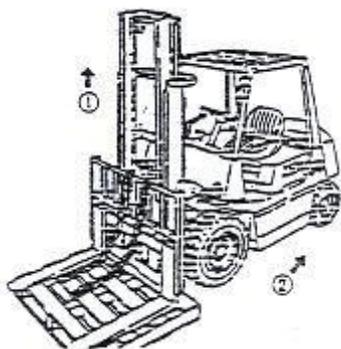

Рисунок 2-53
- (1) Остановите погрузчик с палетой на вилах на ровной поверхности.
- (2) Опустите вилы с палетой на пол.
- (3) Разберите соединение на верхней части цепи и снимите цепь с цепного колеса.
- (4) Поднимите внутреннюю секцию мачты (①, Рис. 2-53).
- (5) Убедитесь, что каретка отделилась от внешней секции мачты, а затем отгоните немного погрузчик задним ходом. (②Рис. 2-53).
- (6) Замена основных роликов: